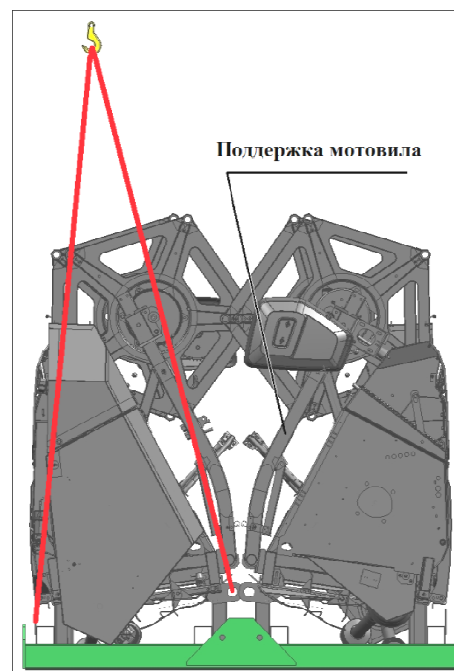

Рисунок 8.18
3) обвязать жатки проволокой между собой (через отверстия ушей на траверсах обоих жаток), обвязать поддержки мотовила (рисунок 8.18).